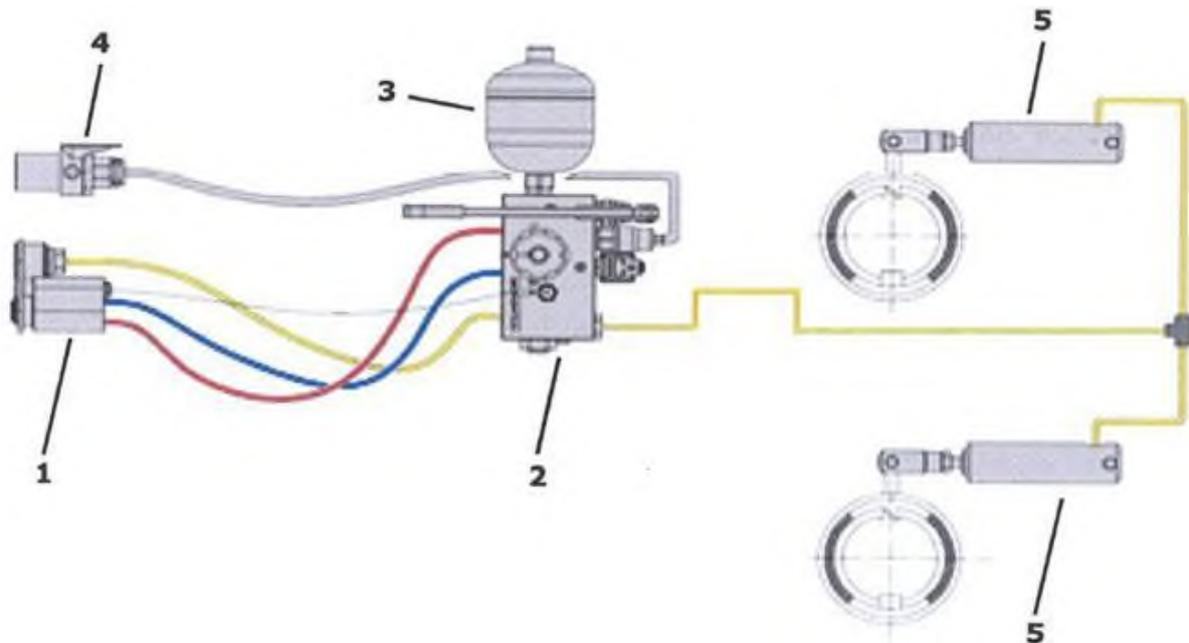

Figura 14. Esquema hidráulico del sistema de frenado
El sistema de frenado (figura 14) de la máquina está equipado con una válvula de freno automática (2) con batería (3) y cilindros de efecto sencillo (5). La conexión del tractor a la máquina se realiza a través del acoplamiento de frenado de dos conductos (1) y de la conexión eléctrica (4) que controla la válvula. El freno está conectado a la válvula automática (2) a través de las líneas principal, auxiliar y de retorno. La batería (3) la gestiona la señal hidráulica de la línea auxiliar y la válvula electrohidráulica. En caso de pérdida de señal de la línea auxiliar o de la válvula electrohidráulica, la válvula redirige la presión de la batería a los frenos.